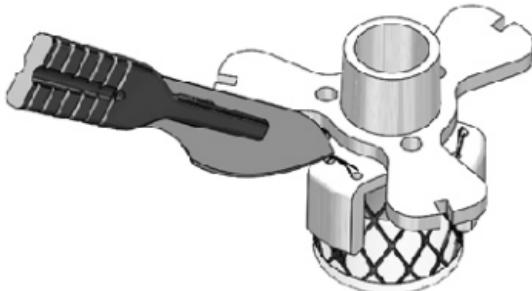

Figura 18: Procedimento de corte das linhas do suporte da prótese valvular.
- D.6. Cortar as três linhas do suporte com auxílio de um bisturi, conforme ilustra a Figura 18, e remover completamente as linhas de sutura para separar a prótese valvular de seu suporte.